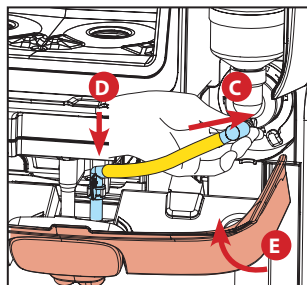

Abb. 5
4. Das Röhrchen am Mischbecher (C) entfernen und die Austrittsdüse an der Mischrinne anclipsen. Durch Schließen des Wasseraufbereitungsfachs (E) wird das Gerät automatisch in die normale Ausgabefunktion zurückversetzt (siehe Abbildung 5).